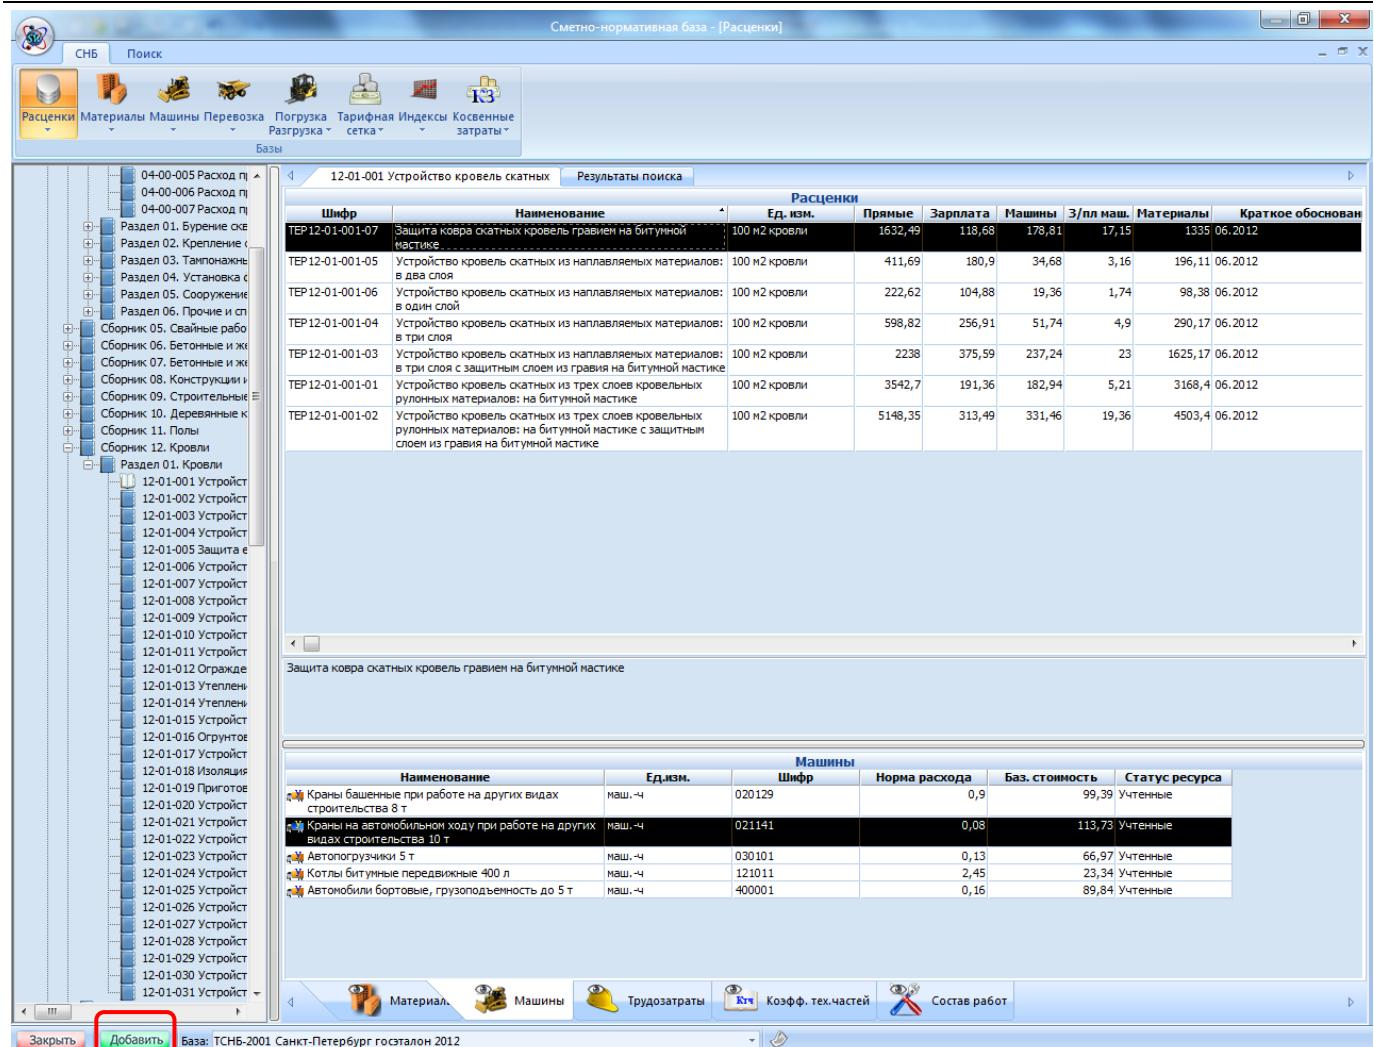

Рис. 3.8 Диалоговое окно Сметно-нормативной базы. Добавление расценки
4. В открывшемся окне *Сметно-нормативная база* (рис. 3.8), выбрать нужную позицию.